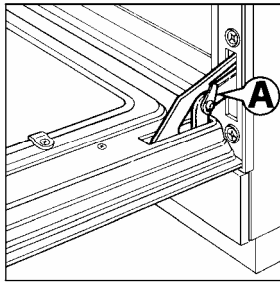

Abb. 13
- Die Ringe "A" an den entsprechenden Stellen der Scharniere einhaken (Abb. 13);